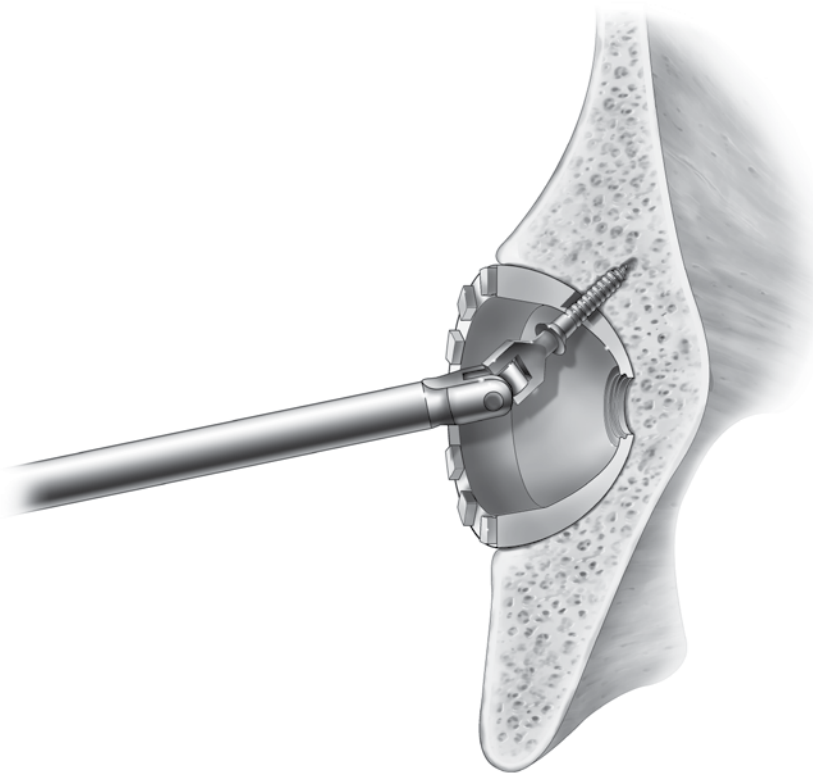

Abb. 8
Schritt 4: Lesen Sie die Länge der zu wählenden Schrauben an der flexiblen Längenmesslehre ab. Verbinden Sie den Ratschen-Schraubendrehergriff entweder mit dem 3,5 mm Universal-Schraubendreher (für 6,5 mm Knochenschrauben) oder mit dem 2,5 mm Schraubendreher mit Bayonet-Anschluss (für 4,5 mm periphere Randschrauben). Nutzen Sie die Schraubenthaltezange zum Halten der Schrauben, setzen Sie die passenden Schrauben ein. Beachten Sie den richtigen Sitz der Schrauben (Abb. 8). Die Schraublöcher der Pfannen stellen bei +/- 11° Schraubwinkel einen guten Sitz der Schrauben sicher. Bei falschem Sitz der Schraube könnte der Verschlussmechanismus des Inlays nicht funktionieren. Wenn sehr harter Knochen vorhanden ist, kann eine 6,5 mm Knochen-Ventilschraube nach dem Bohren genutzt werden, um das Schraubloch auf ein 6,5 mm Schraubloch zu präparieren.